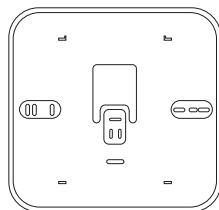

Fig. 10
- Montare, se necessario, la placca di supporto alla scatola elettrica, fornita all'interno del kit (fig. 10).